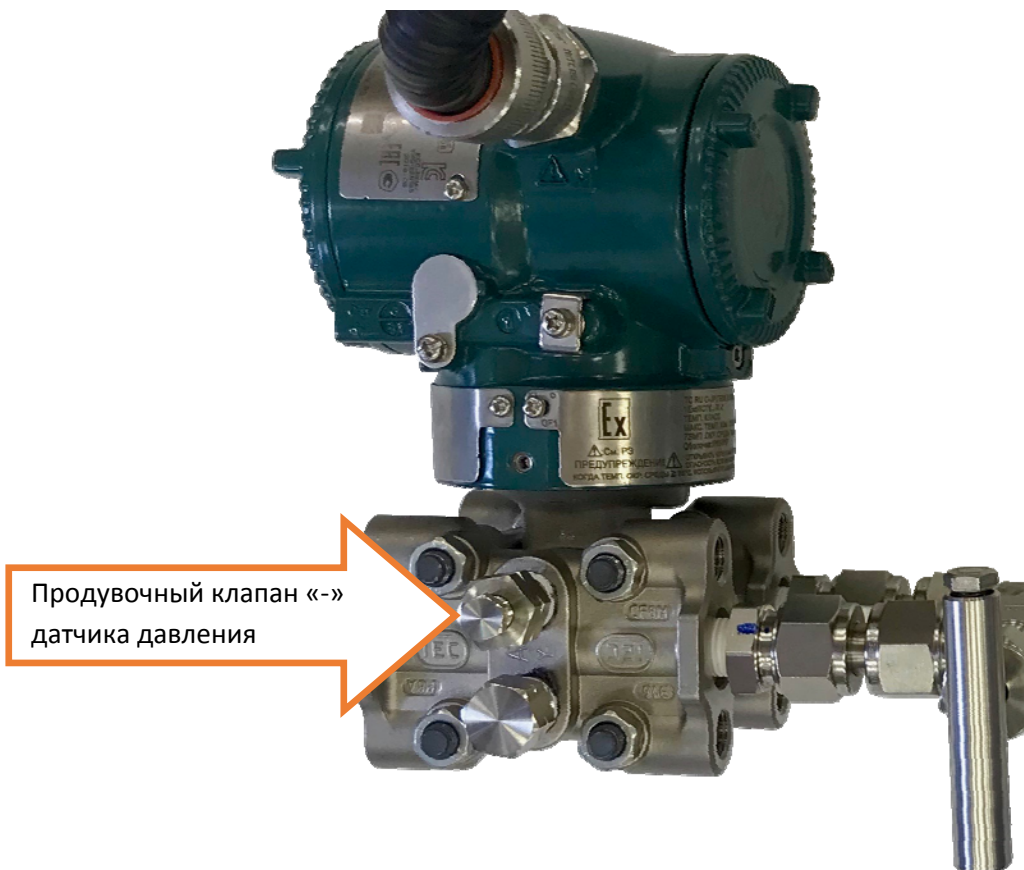

Рисунок 17 – Продувочный клапан датчика давления
2. Откройте Продувочный клапан «-» и Продувочный клапан «+» на датчике дифференциального давления (см. рисунок 17).